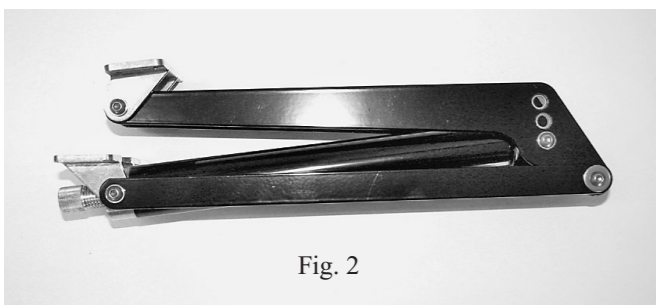

Fig. 2
- I at the wall / outside the vent-opening: see fig. 2+5
- I entlang des Glases/der Wand: siehe Abb. 2+5
- I Vers le bas le long de la paroi Voir fig.2+5